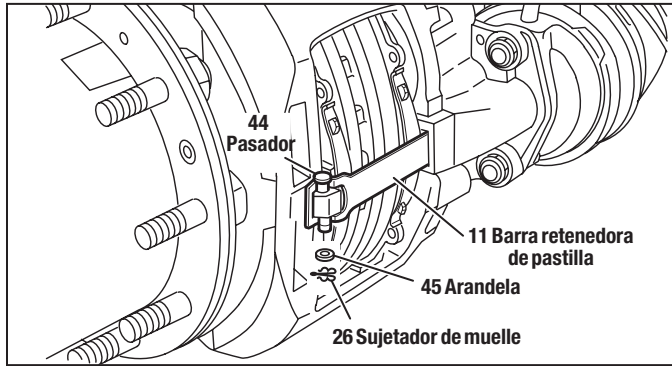

Figura 23 – Extracción de la barra retenedora
Consulte la figura 23. Mientras presiona contra la barra de retención de la pastilla (11), retire y retenga el sujetador (26), la arandela (45) y el pasador (44). Retire la barra de retenedor de la pastilla (11). Bendix recomienda que estos artículos se reemplacen con artículos nuevos (*consulte los kits y piezas disponibles, sección 5.0*).